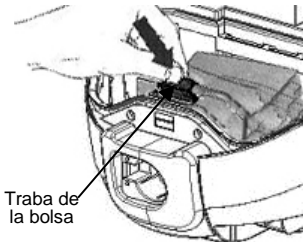

Fig. 8
- Trabe la bolsa en su lugar con la traba como se indica en la Fig. 8.